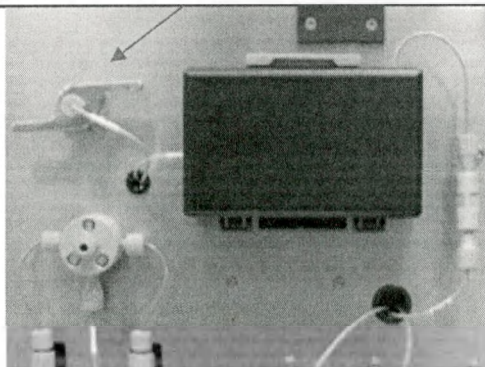

Рисунок 3-4. Держатель фильтра
- а) Держатель фильтра находится слева от нагревательного модуля, как это показано на рис. 3-4.